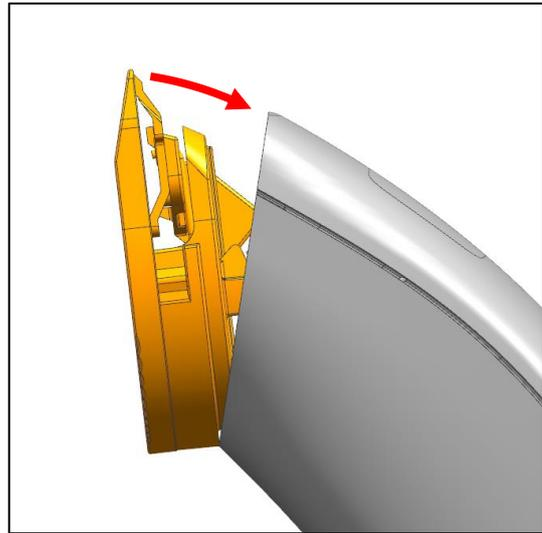

Abb. 29
- b) Drücken Sie den Schneidsatz auf das Gehäuse bis ein „Klicken“ zu hören ist (Abb. 29). Der Schneidsatz ist nun auf dem Gehäuse verrastet.